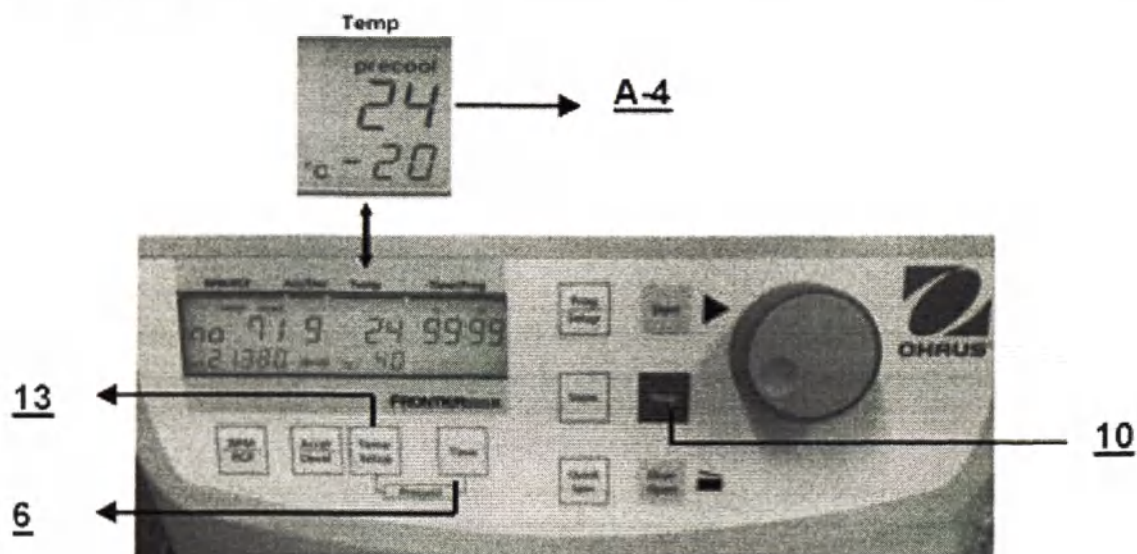

Рис. 20
Эта функция позволяет предварительно охладить до требуемой температуры центрифугу, ротор и патроны при работе с температурно-чувствительными материалами. Для того чтобы использовать эту функцию, установите в центрифугу ротор и задайте требуемое значение температуры. Запустите процесс предварительного охлаждения одновременным нажатием кнопок **Temp/Setup** (13) и **Time** (6) (см. рис. 20). В режиме предварительного охлаждения скорость вращения автоматически устанавливается на уровне 20 % от максимальной для используемого ротора. После достижения заданной температуры предварительное охлаждение можно прервать нажатием кнопки **Stop** (10).